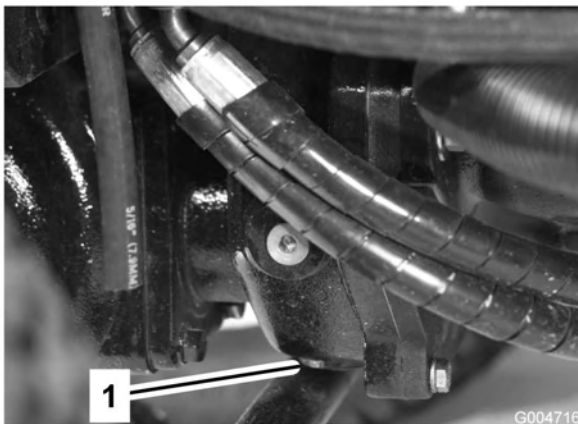

Bild 59
5. Reinigen Sie den Bereich um die Ablassschraube an der Unterseite des Getriebes (Bild 59).